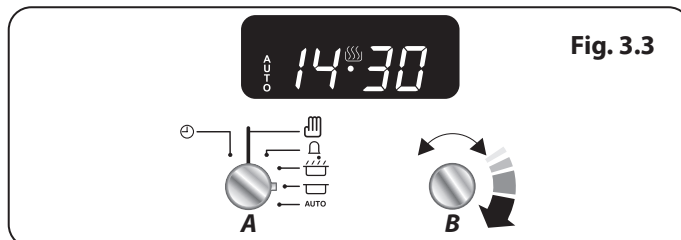

Fig. 3.3
2. Tournez le bouton de Réglage (B) pour définir la durée souhaitée. La durée minimum est d'une (1) minute (Fig. 3.3).
3. Remplacez le bouton du Programmateur (A) en position Manuel (D) pour afficher l'heure actuelle et le symbole de la « Cloche » sur l'écran.
2. Tournez le bouton de Réglage (B) pour définir la durée de cuisson souhaitée. L'écran affiche l'heure en cours, plus la durée de cuisson supplémentaire que vous avez définie (Fig. 3.3).